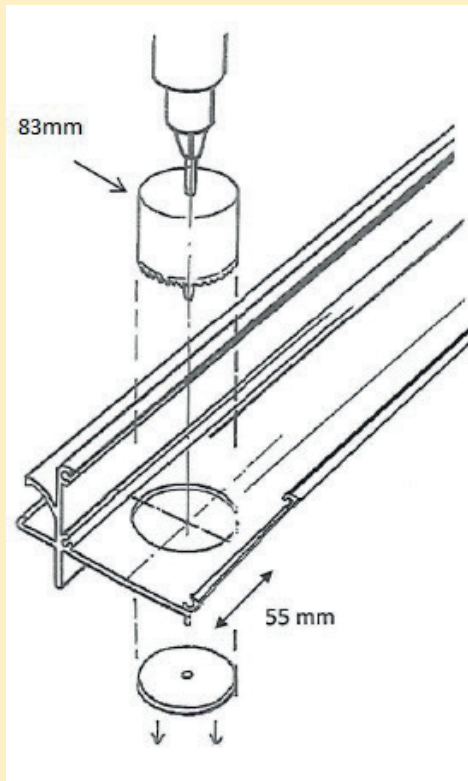

Abb. 5
- 1.10 Bestimmen Sie wo der Wasserablauf hinkommen soll, rechts oder links direkt über dem Pfosten/Ständer. Abb.: 5
- 1.11 Bohren Sie die Öffnung für den Wasserablauf mit dem mitgelieferten Lochbohrer (b) 83mm. Abb.: 5